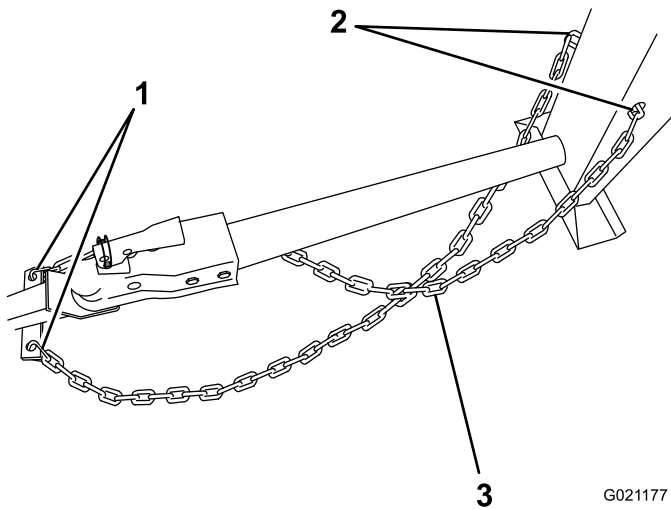
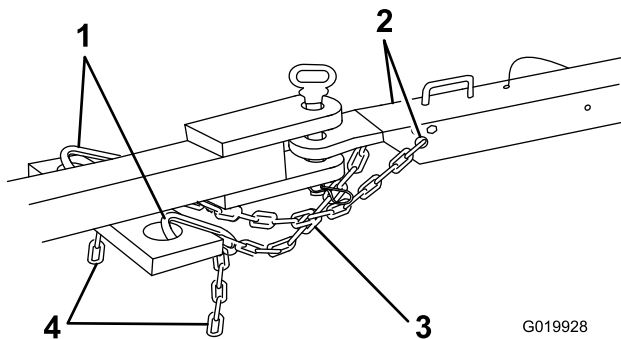

Figura 26
Figura 27
- Cruce ambos tramos de cadena **debajo** de la barra de tracción (debajo de la barra de enganche en el caso de los modelos de descarga frontal). Para modelos de descarga lateral, consulte Figura 26. Para modelos de descarga frontal, consulte Figura 27.